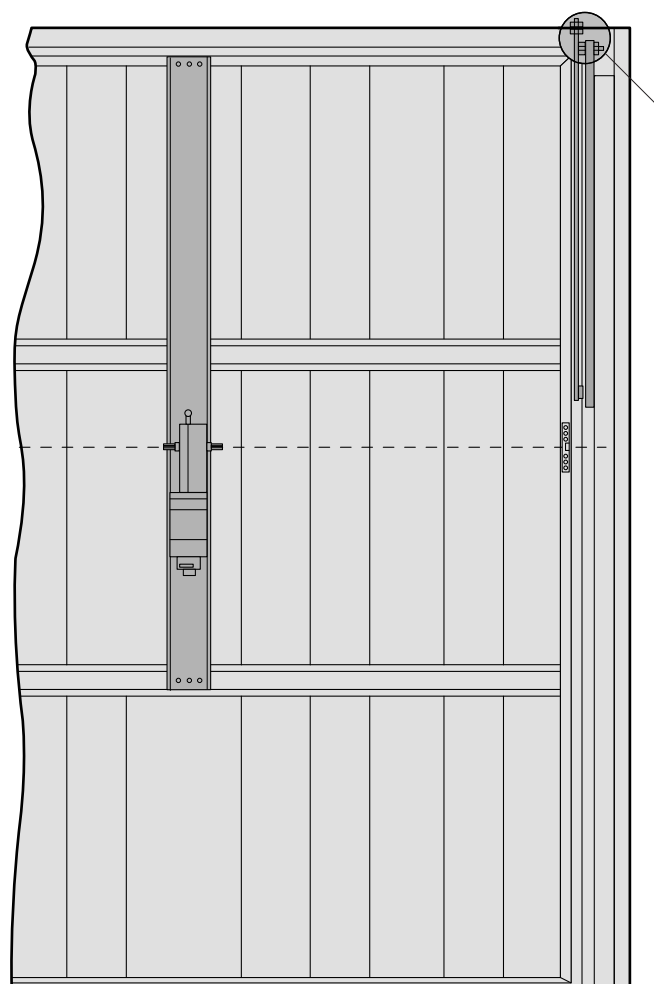

Fig. 5
Fissare il tubo e le staffe angolari mediante la vite, la rondella e il dado in dotazione. Applicare il tubo esternamente e possibilmente più vicino al braccio porta e fissarlo mediante vite o robusta saldatura (fig. 5).
- Raise the door to the fully-open position and measure the length of "B" (see fig. 4). Both the arm and the tube should be trimmed to 30 mm less than the length of "B" Use the nut, washer and bolt supplied with the unit to secure the tube and the angle brackets. Fit the tube externally, as close as possible to the door arm, and fasten with screw or by welding (see fig. 5). Application of the E 787A long tube (for doors with heights of 2400 to 2700 mm).
- Levante completamente la hoja, mida la medida 'B' (fig. 4) y desde ese punto acorte 30 mm tanto el brazo como el tubo. Fije el tubo y los estribos angulares por medio del tornillo, la arandela y la tuerca suministrados. Coloque el tubo en la parte externa y lo más cerca posible del brazo puerta, y fíjelo con un tornillo con una soldadura robusta (fig. 5). Instalación del tubo sobredimensionado E 787A (para puertas de altura comprendida entre 2400 y 2700 mm).